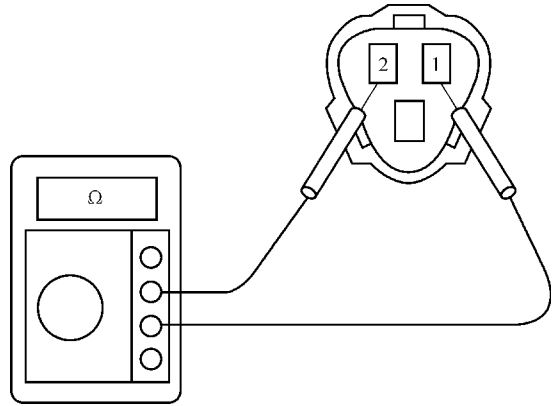

图 3-11 蓄压器压力传感器电阻值的测量
- 3) 关闭发动机, 将点火开关旋到 “ON” 位置, 测量插接器 1 号与 2 号端子的电阻, 应为 $1.5\text{k}\Omega$, 如图 3-11 所示。如果不符合上述结果, 则应更换 TRC 执行器。